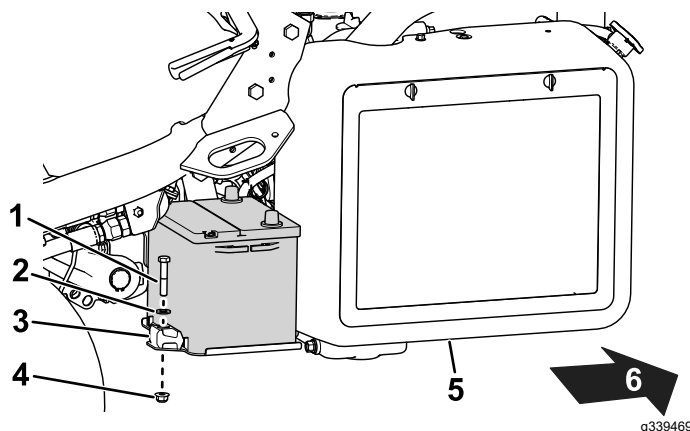

Figura 36
2. Retire las fijaciones que sujetan la batería a la bandeja (Figura 36) y levante la batería para sacarla.
5. Coloque la batería en la bandeja y sujétela con las fijaciones que retiró anteriormente (Figura 36).